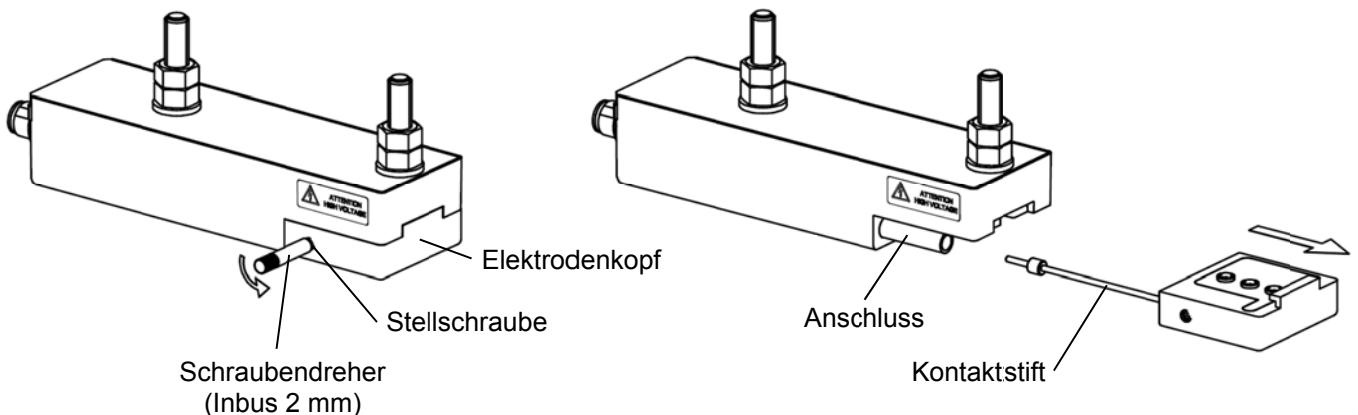

Abbildung 6, Elektrodenkopf ersetzen
- 2 Schieben Sie den Elektrodenkopf vom Perfomaster ab (siehe Abbildung 6).